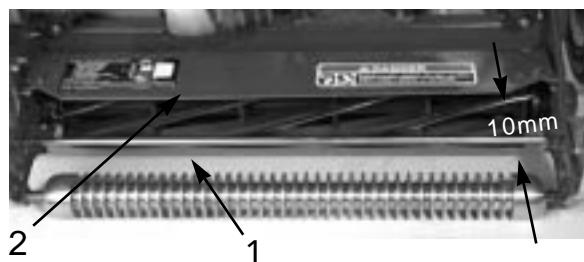

図17
1. 前サポート・ロッド上面からシールドの前リップまでの距離をカッティングユニットの両端で測る（図17）。